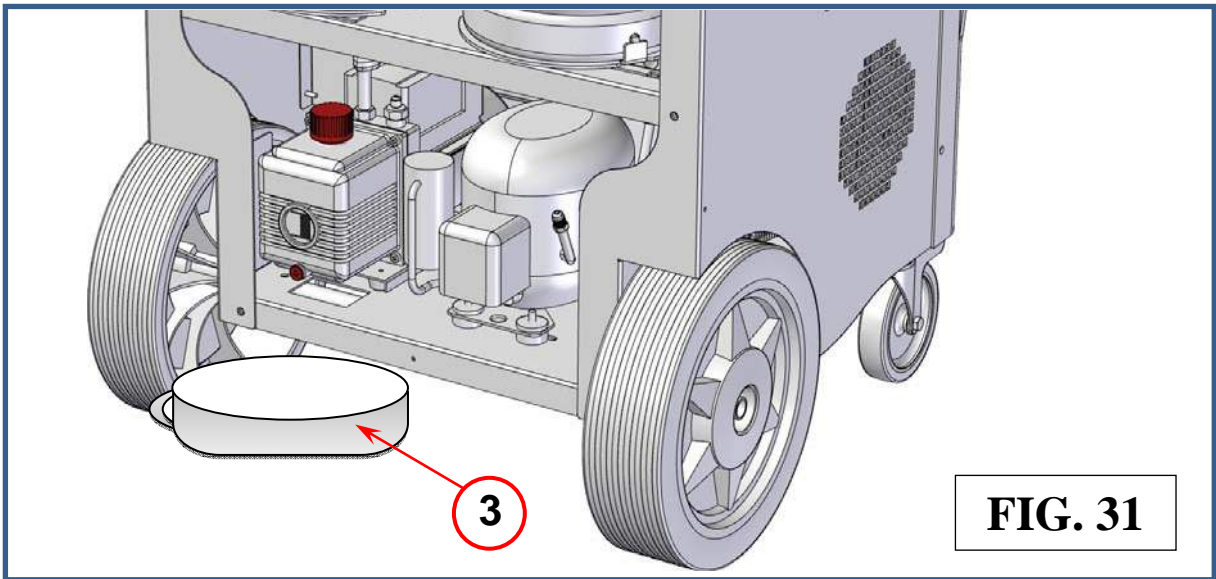
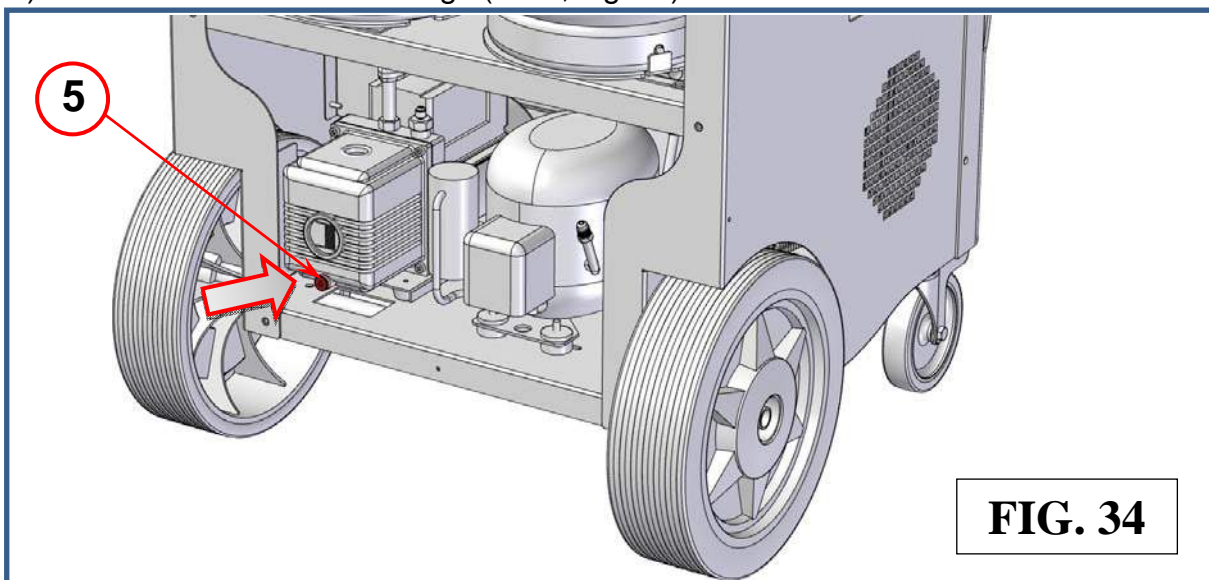

FIG. 31
FIG. 34
- 3) Placer un récipient (réf. 3 Fig. 31) sous le bouchon de vidange (réf. 5, Fig. 34).
7) Fermer le bouchon de vidange (réf. 5, Fig. 34).